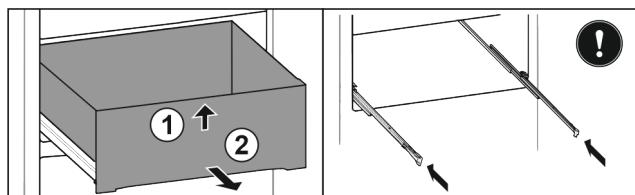

Fig. 28\*
- Повдигнете чекмеджето отпред Fig. 28 (1).\*
- Извадете напред Fig. 28 (2).\*